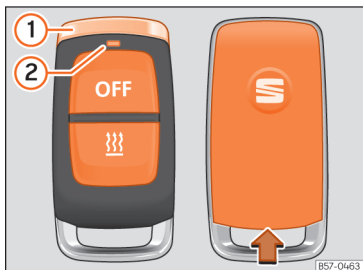

Рис. 96 Автономний опалювач: пульт дистанційного управління.
Під час натискання кнопок світлодіодний індикатор пульта **»» рис. 96 ②** надає таку інформацію:
- Тримайте пульт хромованим штифтом **»» рис. 96 ①** вертикально догори.
- Вставте придатний інструмент (наприклад викрутку), як показано стрілками, у паз на корпусі пульта **»» рис. 96**.
- Підсуньте кришку в зворотному напрямку від стрілки до чутного звуку фіксації >>> **рис. 96.**